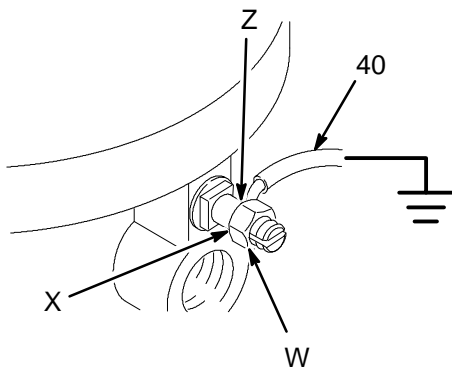

Abb. 3
1. *Pumpe*: Erdungsdraht und Klammer (40, im Lieferumfang enthalten) verwenden. Siehe Abb. 3. Mutter (W) und Scheibe (X) der Erdungsöse lösen. Ein Ende des Erdungsdrahtes (40) in den Schlitz in der Öse (Z) schieben und Mutter fest anziehen. Die Erdungsklammer mit einem guten Erdungspunkt verbinden.